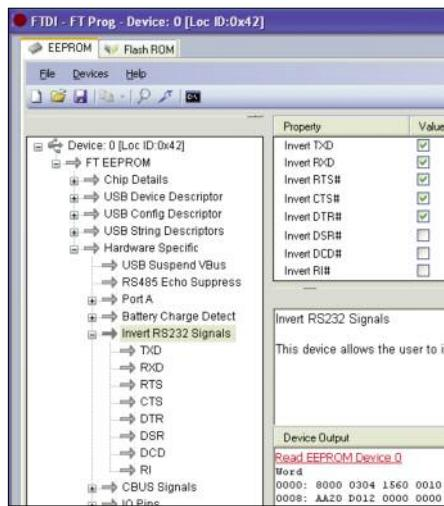
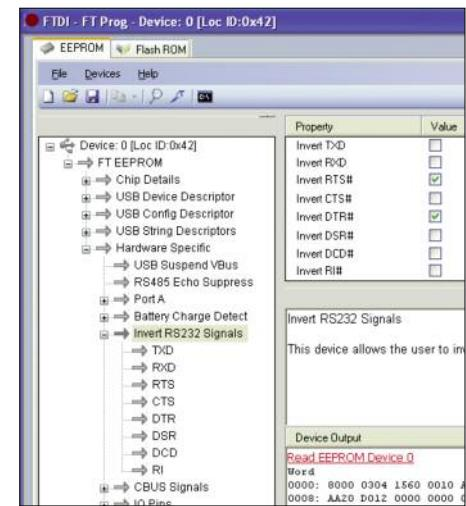

Bild 13: Häkchen für TTL-Geräte
Bild 14: Häkchen für RS232-Geräte
1.) Setzen der Häkchen bei *Hardware Specific* → *Invert RS232 Signals* gemäß **Bild 13** für TTL oder **Bild 14** für RS232.